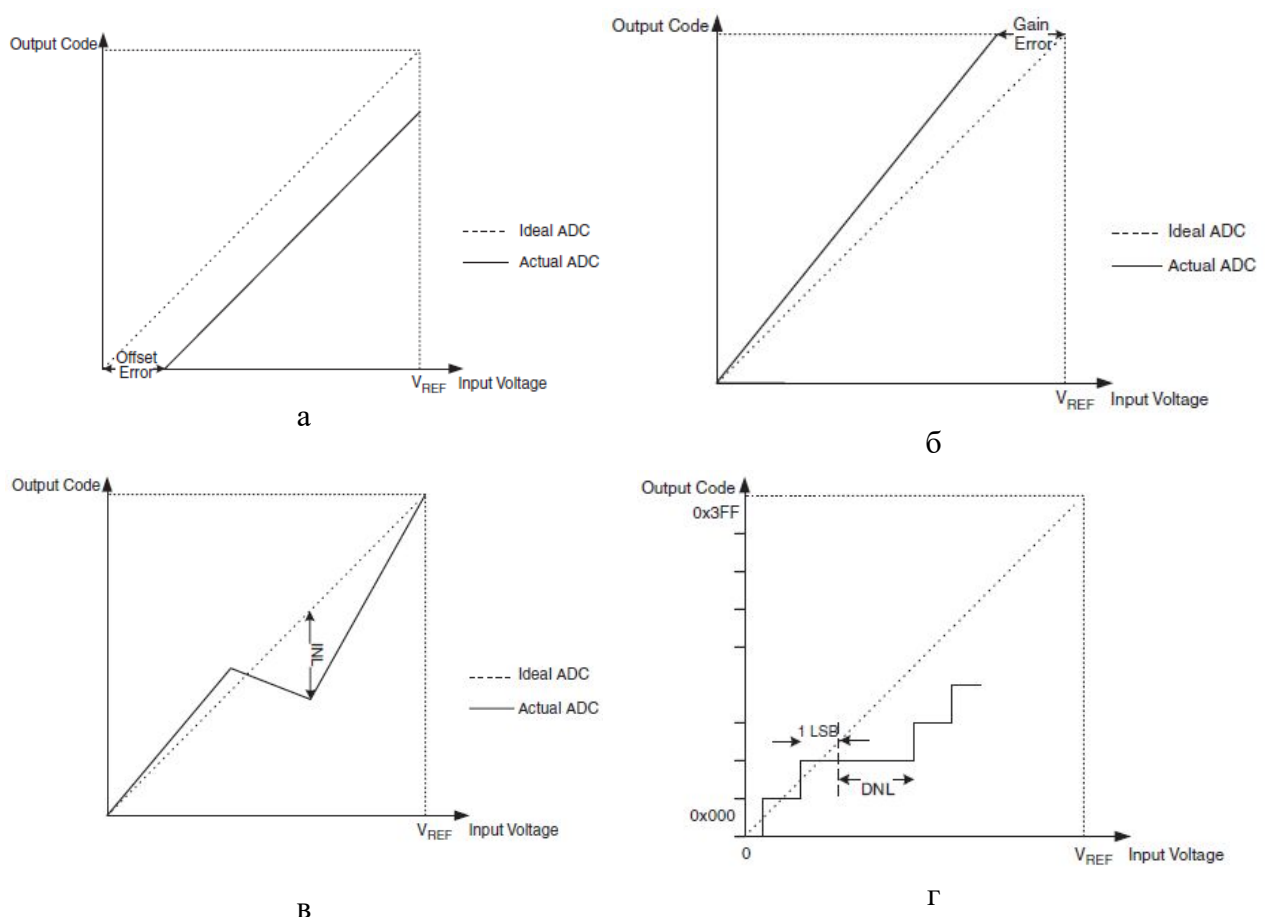

Рисунок 13.5 – Відхилення результатів перетворення АЦП від ідеального
- *Зсув*: відхилення першого переходу (від 0x000 до 0x001) порівняно з ідеальним переходом (при 0,5 LSB), рис. 13.5а. Ідеальне значення: 0 LSB.
- *Помилка підсилення*: після коригування зсуву помилка підсилення визначається як відхилення останнього переходу (0x3FE до 0x3FF) порівняно з ідеальним переходом (на 1,5 LSB нижче максимального), рис. 13.5б. Ідеальне значення: 0 LSB.
- *Інтегральна нелінійність (INL)*: після коригування зсуву та похибки підсилення INL є максимальним відхиленням фактичного переходу порівняно з ідеальним переходом для будь-якого коду, рис. 13.5в. Ідеальне значення: 0 LSB.
- *Диференційна нелінійність (DNL)*: максимальне відхилення фактичної ширини коду (інтервал між двома сусідніми переходами) від ідеальної ширини коду (1 LSB), рис. 13.5г. Ідеальне значення: 0 LSB.